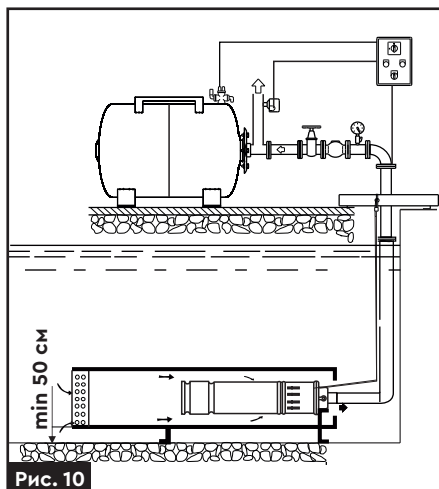

Рис. 10
- Насос повинен розташовуватися на відстані не менш 1 м від сітчастого фільтра грубого очищення (рис. 10).
- Рівень води в свердловині повинен бути не нижче 1 м від напірного патрубку насоса (рис. 10).